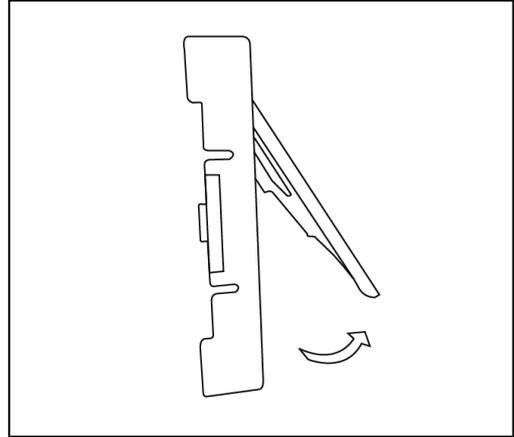
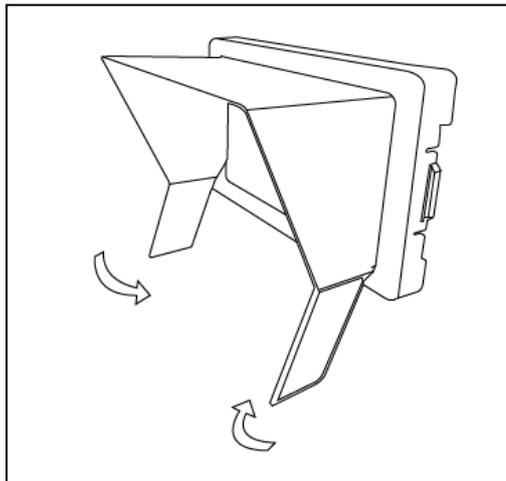
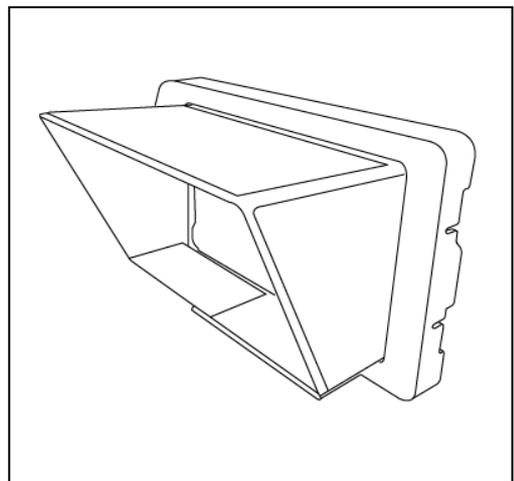

图 2
图 3
图 4
- (2) 将遮光罩按图 2 所示方向推出、展开，展开后如图 3 所示；
- (3) 按照图 3 所示，将遮光罩底部的两部分向内折，结合处内部装有磁铁用以固定，如图 4 所示；